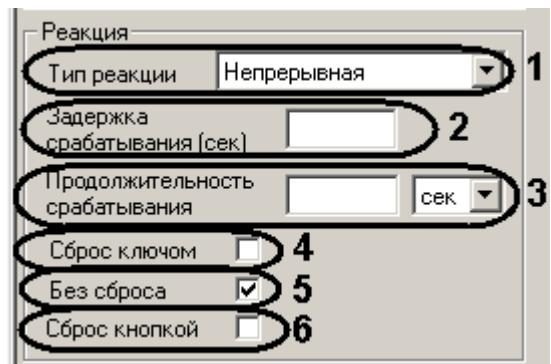

Рис. 3.7—5 Параметры группы Реакция
- 7.1 Выбрать тип реакции исполнительных устройств в раскрывающемся списке **Тип реакции** (см. Рис. 3.7—5, 1).